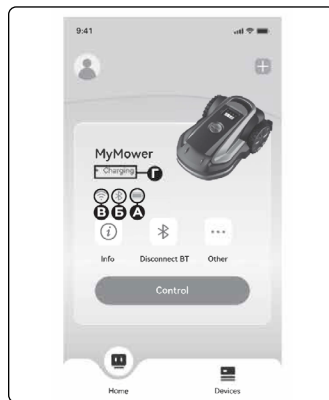

Рис. 33
9.9 Приложение Robotic Mower (Рис. 33)